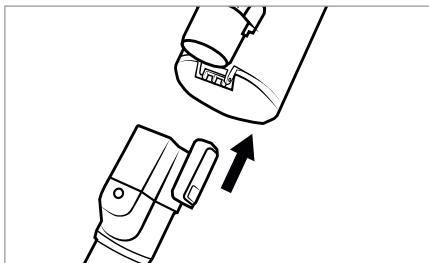

Bild 1
- 1) Sätt dammsugarröret **23** på dammsugaren **21** och skjut in det tills det klickar fast (se bild 1).